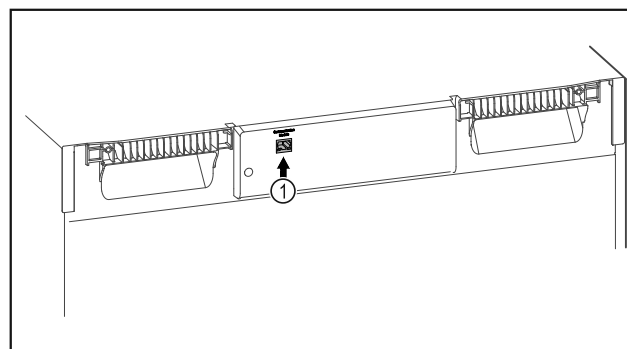

Fig. 120
- SmartModule Fig. 120 (1) is geplaatst.